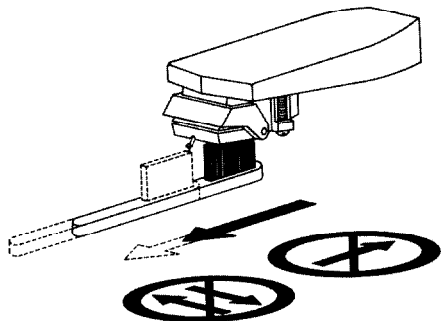

FIGURE 3
2. Enfilez les cosses sur la cellule (voir fig. 3).